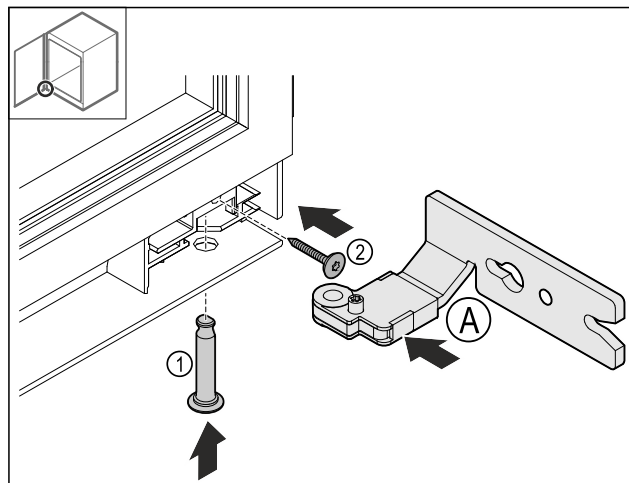

Fig. 27
- ▶ Założyć dolny zawias Fig. 27 (A).
- ▶ Włożyć Fig. 27 (1) zawiasy i przytrzymać.
- ▶ Dokręcić śrubę Fig. 27 (2).